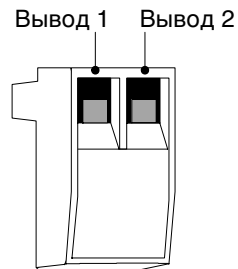

Рисунок 10. Соединитель REPO
3. Подсоедините изолированные, сухие, нормально-открытые контакты (рассчитанные максимум на 60 В постоянного тока, 30 В переменного тока RMS и 20 мА) через устройство REPO к выводу 1 и выводу 2 (см. Рисунок 10).